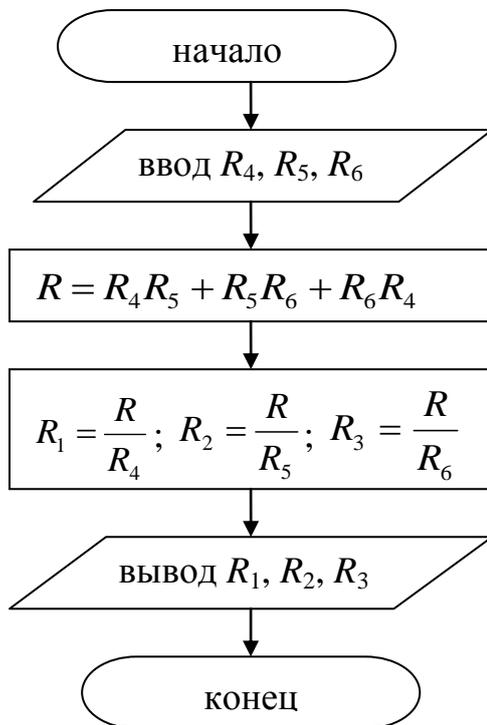

Рис. 4.2. Блок-схема алгоритма линейной* структуры
1. Блок-схема алгоритма решения этой задачи представлена на рис. 4.2.